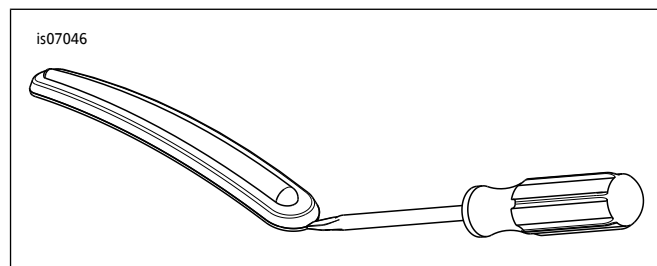

图1. 拆卸挡板装饰条
- b. 参见图1。将螺丝刀的尖端插入镀铬挡板和橡胶装饰条之间。